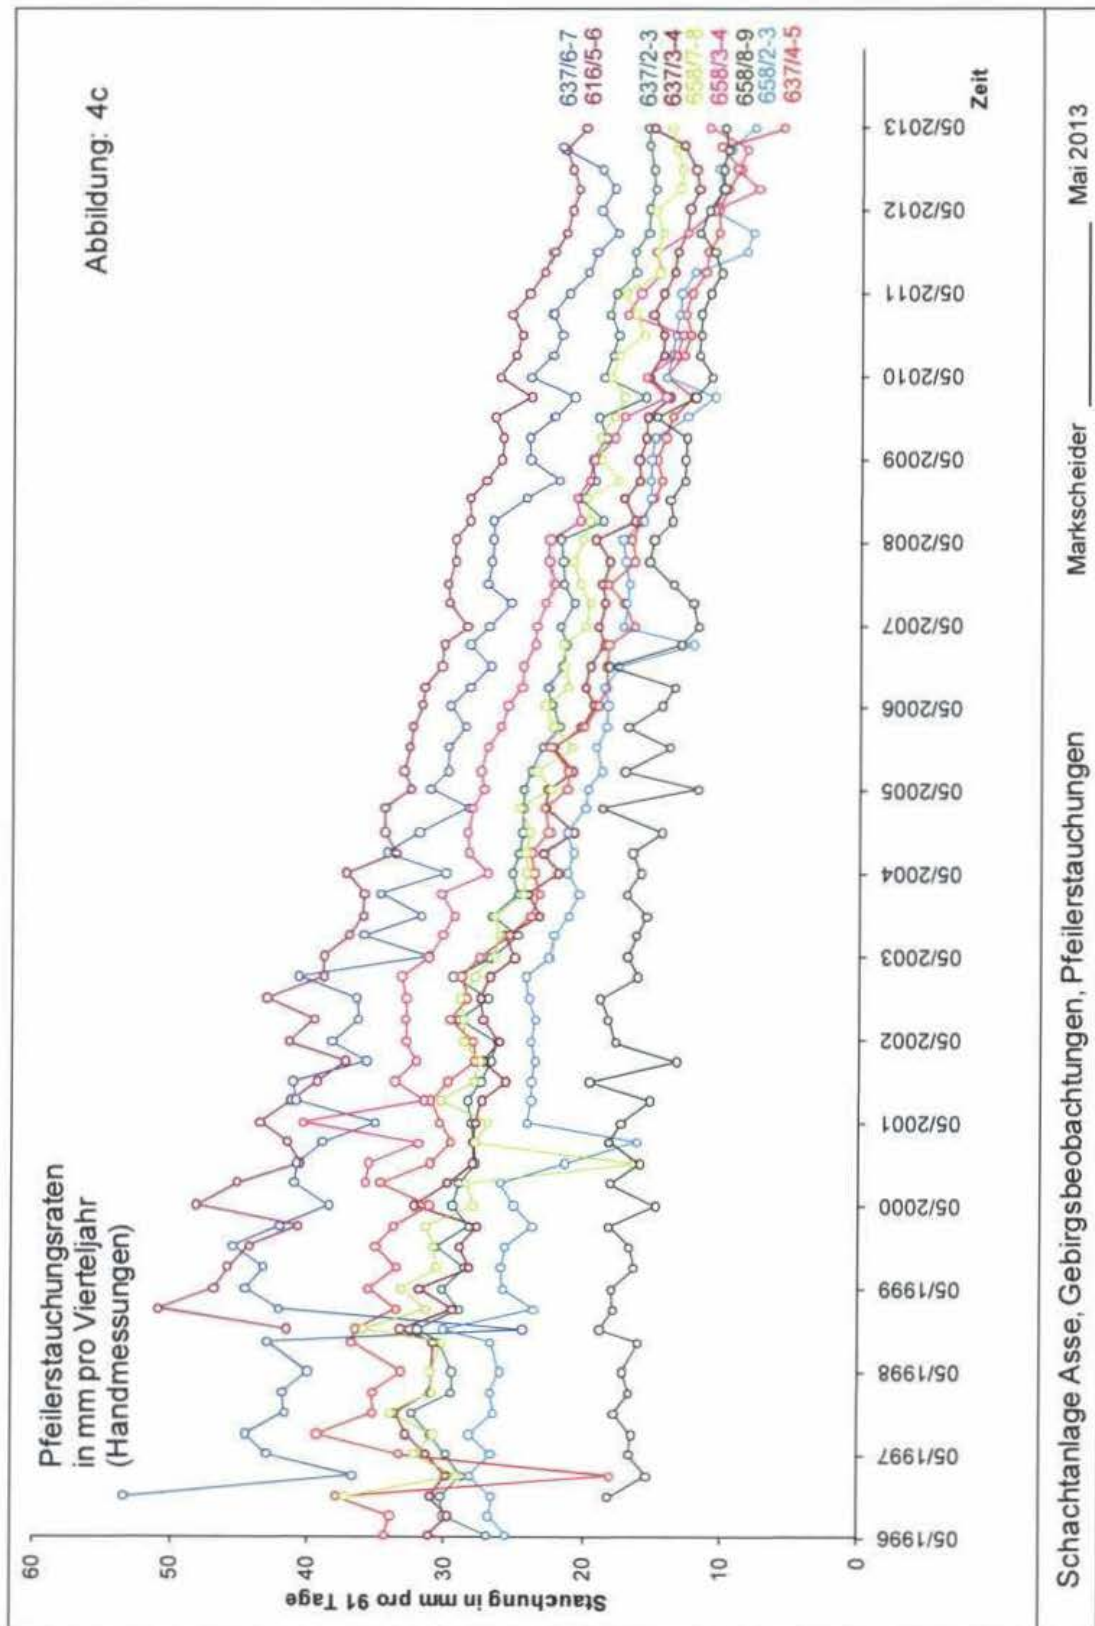

Abbildung 4c: Pfeilerstauchungsraten 616- bis 658-m-Sohle [mm/91 Tage]
- Abbildung 4c: Pfeilerstauchungsraten 616- bis 658-m-Sohle [mm/91 Tage]